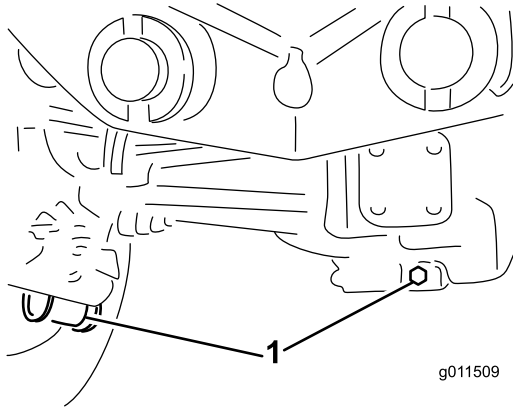

Bild 77
2. Reinigen Sie den Bereich um die drei Ablassschrauben, d. h. jeweils eine an beiden Enden und eine in der Mitte (Bild 77).